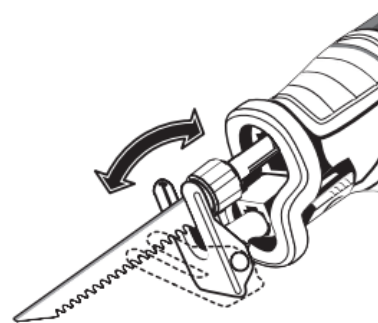

Рис. 4
- отпустите рычаг и выдвиньте опорную подошву на необходимую длину. Поднимите рычаг (Рис. 4).